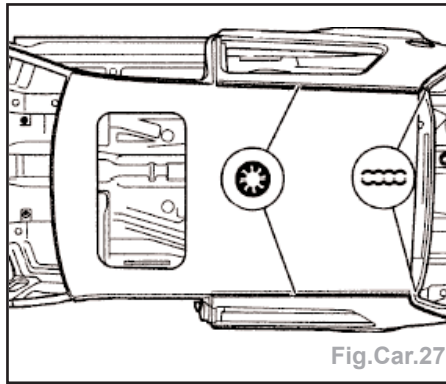

Fig.Car.27
- souder le pavillon par bouchonnage sous gaz de protection (Fig.Car.27),